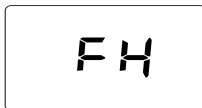

fig. 5 - Sfiato con ventilatore attivo
- Per i successivi 20 secondi il display visualizza **FH** che identifica il ciclo di sfiato aria dall'impianto riscaldamento con il ventilatore in funzione (fig. 5).